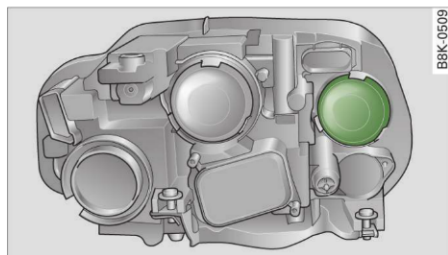

Fig. 261 Far principal:
- Scoateți căpăcelul din cauciuc ⇒ fig. 261 ⇒ ⚠ în "Înlocuirea becurilor" la *pagina 271*.